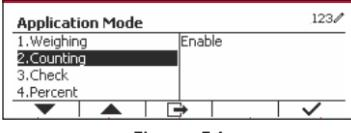

Figure 54
3. Dans le menu du mode d'application, accédez au sous-menu Comptage. (Voir Figure 54)